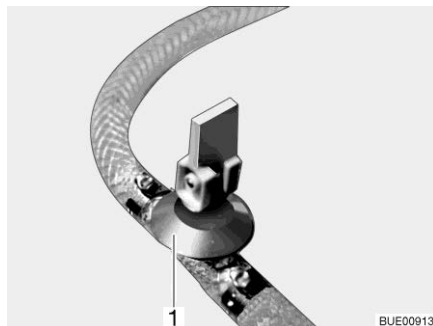

Fig. 220 Rubinetto di scarico
- Chiudere il rubinetto/i rubinetti di scarico. A questo scopo posizionare orizzontalmente la leva a bilanciere (Fig. 220,1).
- Aprire il rubinetto/i rubinetti di scarico (Fig. 220). A questo scopo posizionare verticalmente la leva a bilanciere (Fig. 220,1). Il boiler viene svuotato verso l'esterno.